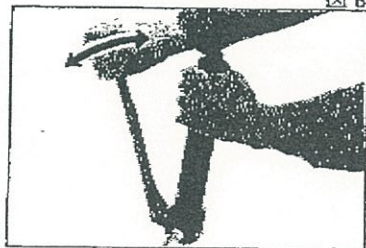

図9
- (4) 口元までいっぱいに入れたら、プラグを入れずにポンプを立てたままで、ポンプハンドルを5~6回操作して下さい。この時、戻しハンドルは左(←DOWN→)にまわしておいて下さい。オイルタンクの中に空気が残っている場合はこの操作で空気抜きができます。(図9)